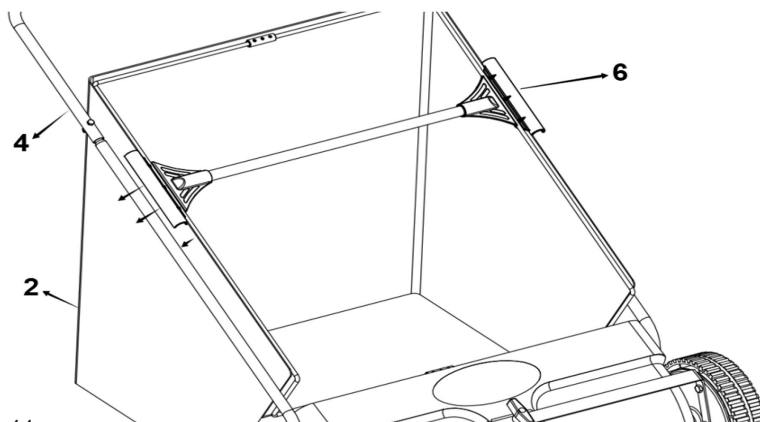

Рис. 11
Установите сборник (2) с установленной на него крепежной планкой (6) на трубки рукояток управления (4) (Рис. 11).